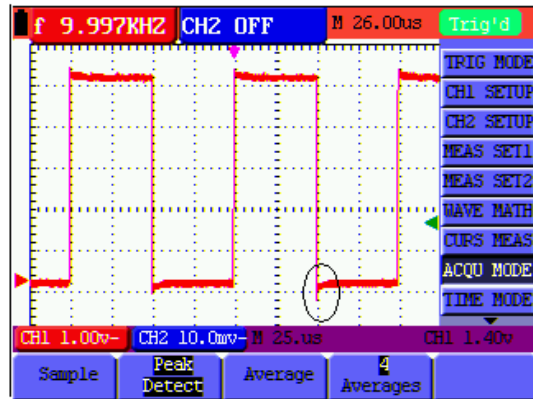

Abbildung 15: Spitzen-Messung
3. Drücken Sie die Taste **F2**, um zu Glitch Detect zu gelangen. In diesem Fall können Sie den Impuls testen. Sie sehen jetzt einen Bildschirm wie in Abbildung 15 unten.